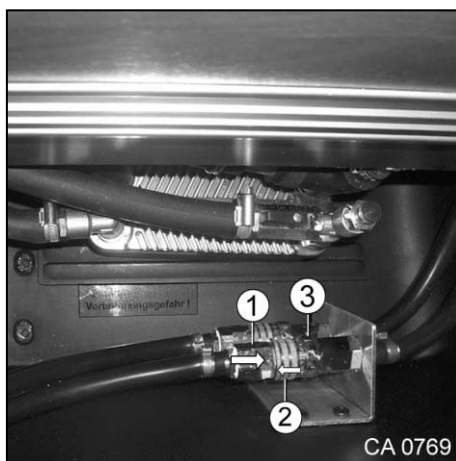

Fig. 135 Raccords du tapis chauffant du plancher en cabine
1. Tirer la bague (Fig. 135/2) en arrière tout en poussant le tuyau flexible (Fig. 135/1) fermement dans le raccord (Fig. 135/3).
2. Lâcher la bague (Fig. 135/2).
1. Pousser le flexible (Fig. 135/1) contre le raccord (Fig. 135/3) tout en tirant la bague (Fig. 135/2) en arrière.
2. Tirer le flexible (Fig. 135/1) hors du raccord (Fig. 135/3).